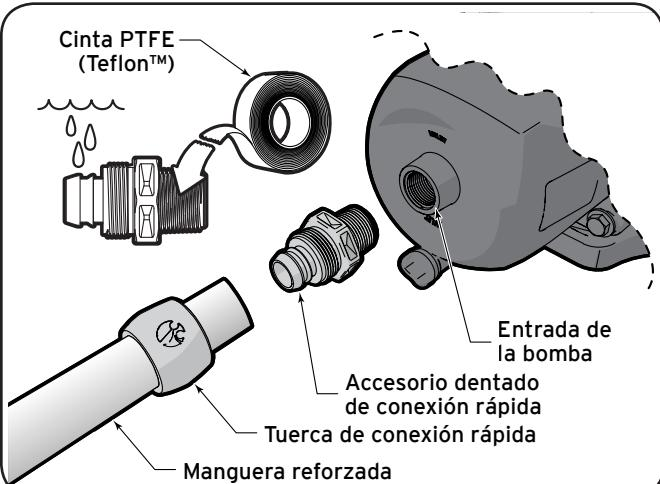

Figura 9. Instalación de conexión rápida
- Aplique de 4 a 6 vueltas de cinta PTFE (Teflon™) en las roscas cónicas en los cuatro accesorios dentados. Asegúrese de colocar la cinta en la dirección opuesta en que girarán las roscas macho, para impedir el paso del agua. Ver Figura 9.
- Deslice la tuerca de conexión rápida sobre la manguera reforzada. Ver Figura 9.
- Use agua para lubricar los accesorios dentados. Ver Figura 9.
- Instale un segundo accesorio dentado de conexión rápida en la entrada de succión de la bomba. Ver Figura 9.